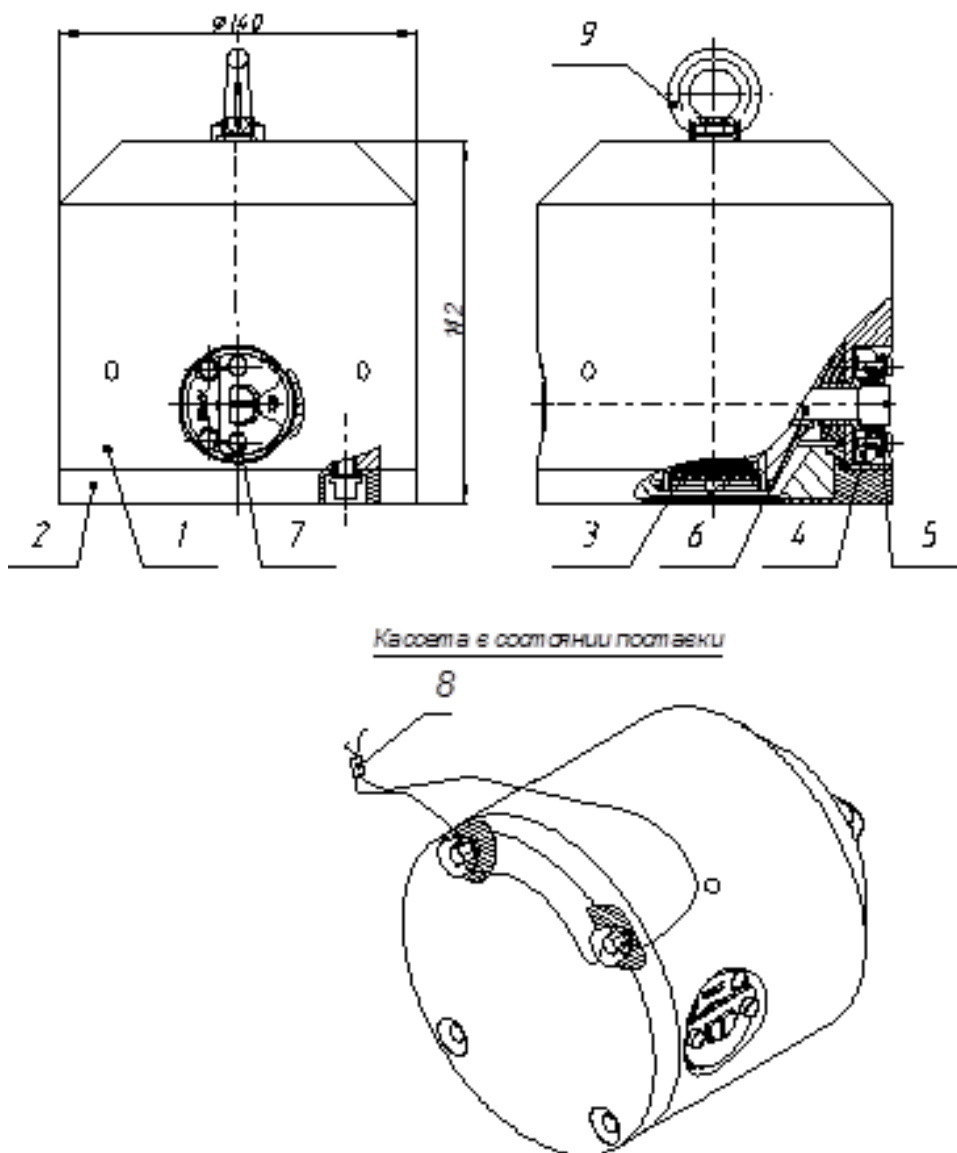

Рис. 4. Кассета СН-5.
Кассета имеет механизм перевода излучателя из транспортного положения в рабочее и, вместе со скобой, является устройством крепления излучателя на рабочем месте (см. рис. 4 и 5).
2.2.6.1 Извлеките кассеты из транспортных ящиков. Осмотрите их, убедитесь в отсутствии механических повреждений. В транспортном положении излучатель в каждой кассете находится в закрытом состоянии (положении «**LOCK**», см. рис. 4).
- отвернуть болты (7) (см. рис. 4);
- используя шлицевую отвертку, повернуть вал (6) на 180°, при этом окно фланца (5) укажет на положение «**UNLOCK**» на крышке (4);
- затянуть болты (7).